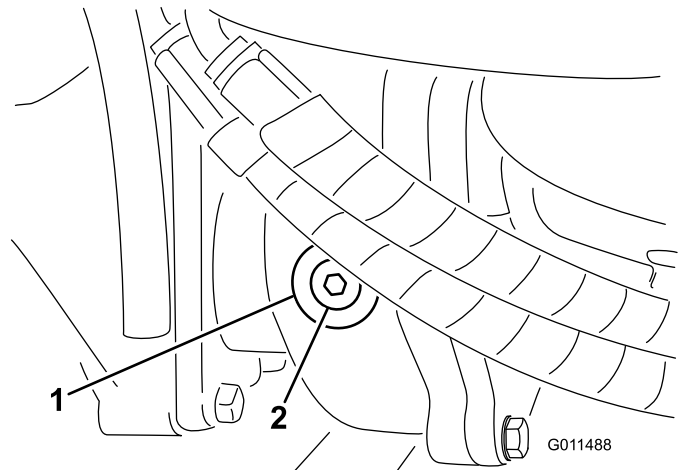

Figura 15
2. Togliete il tappo di controllo/riempimento dal lato sinistro del riduttore (Figura 15) e verificate che il lubrificante raggiunga la base del foro. Se il livello è basso, rabboccate con lubrificante fino a portarlo alla base del foro.